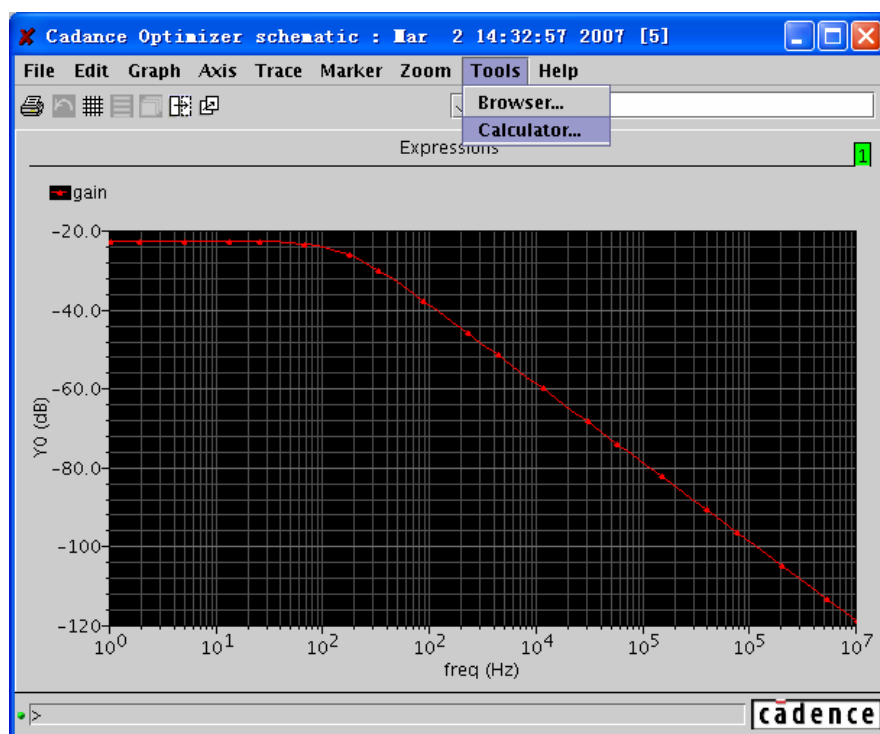

图 8.4 从“Tools”中打开“Calculator”
- 在“Waveform”窗口或者“Simulation”窗口中选择“Tools” → “Calculator”，如图 8.4 所示。